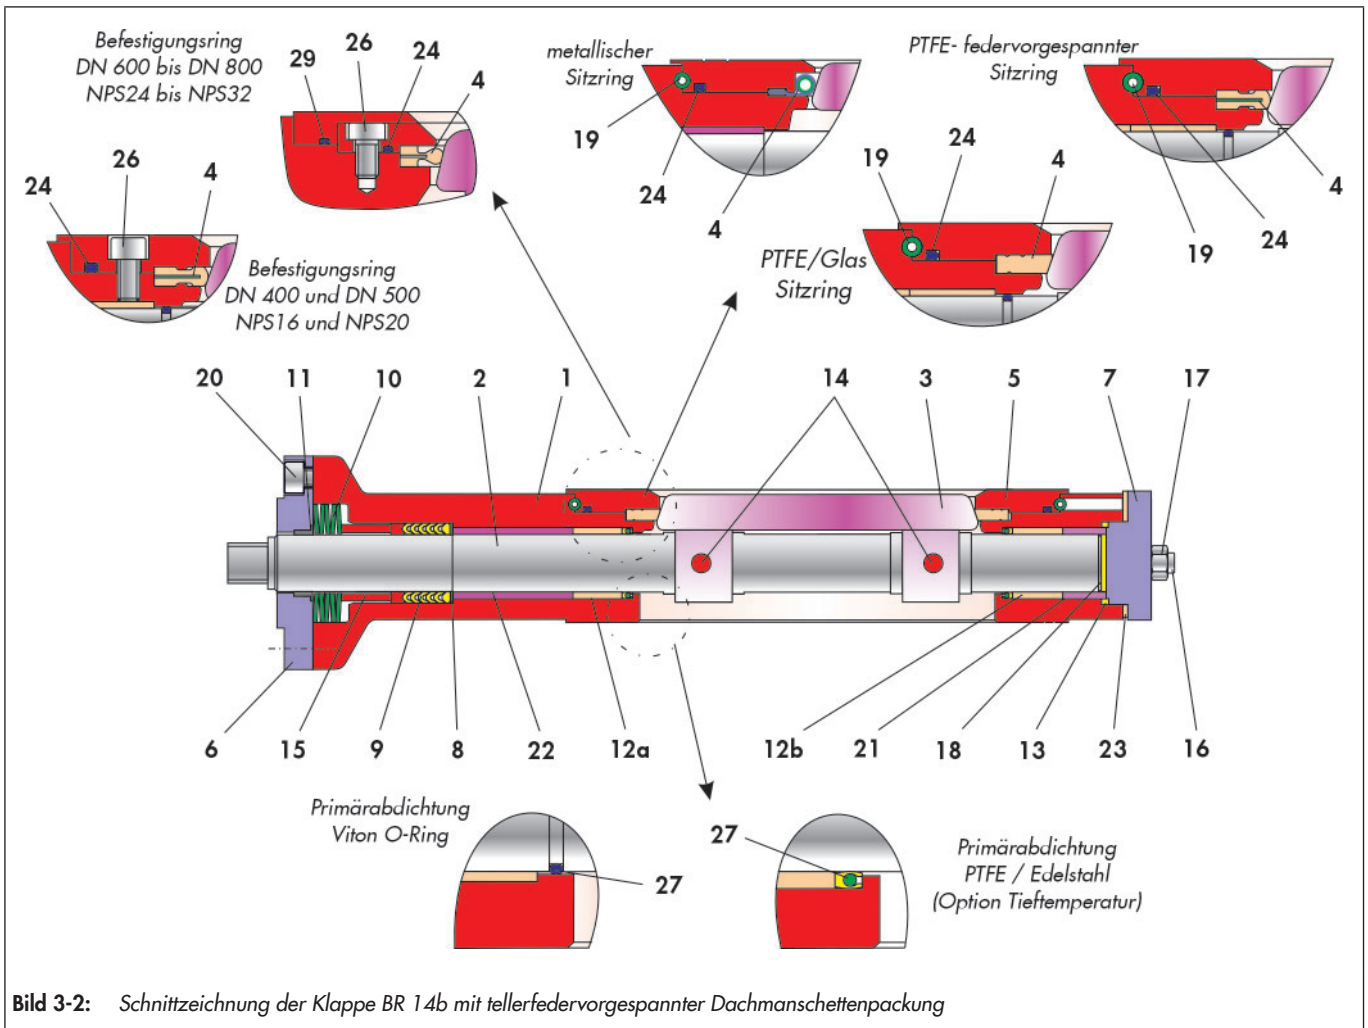

Bild 3-2: Schnittzeichnung der Klappe BR 14b mit tellerfedervorgespannter Dachmanschettenpackung
- ⇒ Der so vormontierte Deckel (7) in die Lagerbohrung des Klappengehäuses (1) einführen und mit den Stiftschrauben (16) justieren.
- ⇒ Deckel (7) mit den Muttern (17) gleichmäßig und wechselseitig anziehen.
- ⇒ Scheibe (8) über das freie Wellenende an die entsprechende Stelle im Klappengehäuse schieben.
- ⇒ PTFE-Dachmanschettenpackung (9) über die Schaltwelle in die Gehäusebohrung schieben und mit einer Montagehülse andrücken. Die Anordnung der Dachmanschettenpackung ist der Schnittzeichnung Bild 3-2 zu entnehmen.
- ⇒ Druckring (15) über die Schaltwelle schieben und an die entsprechende Stelle im Klappengehäuse eindrücken.
- ⇒ Tellerfedersatz (10) einbringen. Die Anordnung der Tellerfedern ist der Schnittzeichnung Bild 3-2 zu entnehmen.
- ⇒ Lagerbuchse (11) in den Stopfbuchsflansch (6) eindrücken.
- ⇒ Der so vormontierte Stopfbuchsflansch (6) sauber auf den Gehäuseflansch stecken und mit Schrauben (20) justieren.
- ⇒ Schrauben (20) gleichmäßig und wechselseitig anziehen.